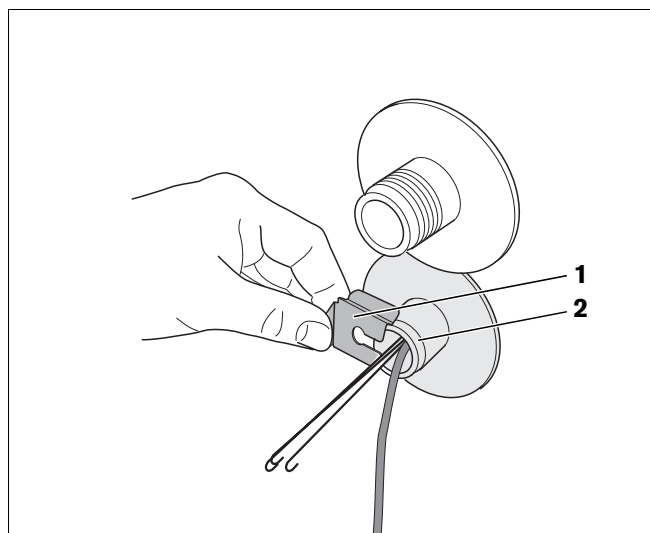

Fig. 8 Monter l'arrêt de sécurité de la sonde
- Glisser l'arrêt de sécurité (fig. 8, **pos. 1**) par le côté sur le doigt de gant (fig. 8, **pos. 2**).